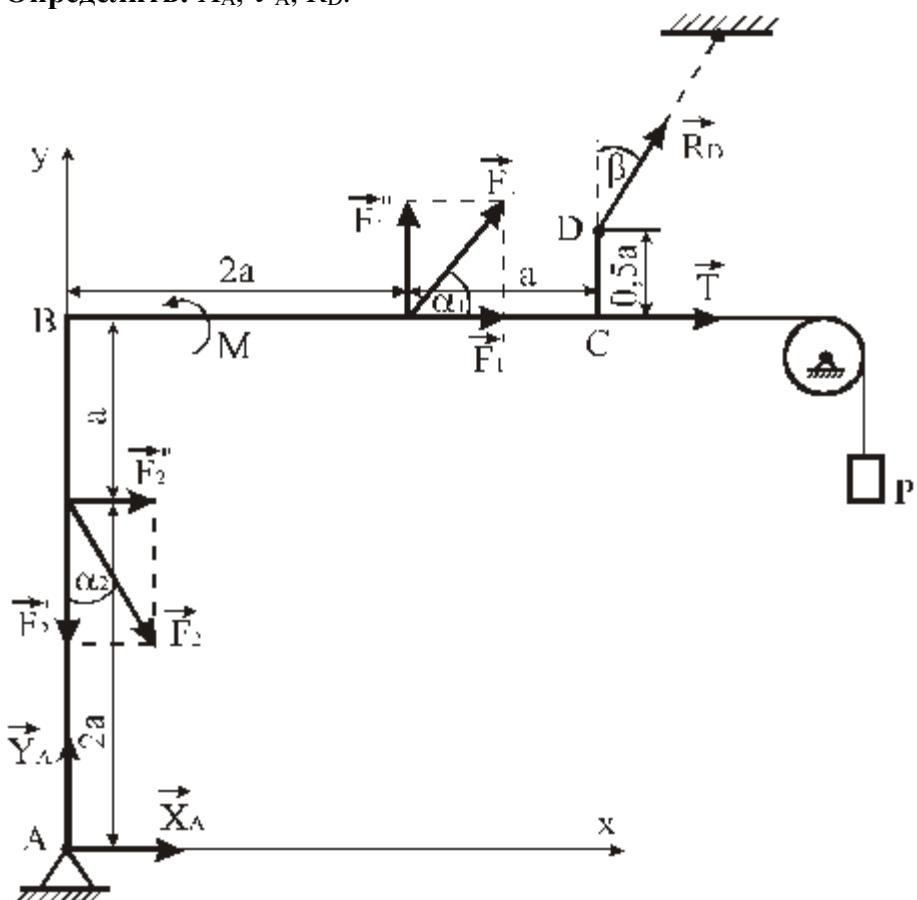

Рис. 20
**Пример 8.** Жесткая рама  $ABCD$  (рис.20) имеет в т. А неподвижную шарнирную опору, а т. D прикреплена к невесомому стержню. В т. С к раме привязан трос, перекинутый через блок и несущий на конце груз весом  $P=20$  кН. На раму действует пара сил с моментом  $M=75$  кНм